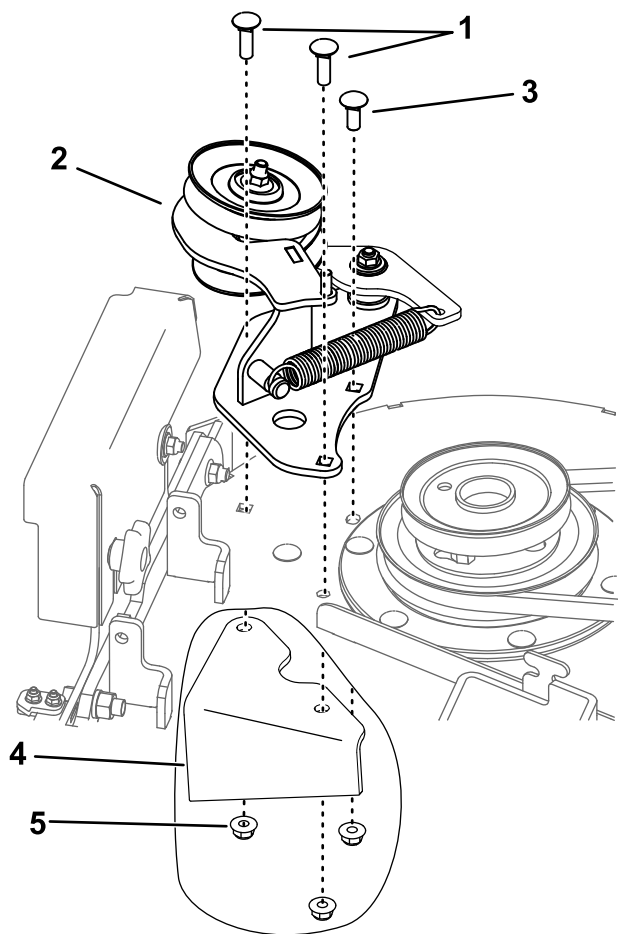

Figura 5
3. Utilizando as três porcas que removeu previamente, um parafuso de carroçaria (¾ pol. x 1¼ pol.) e dois parafusos de carroçaria (¾ pol. x 1 pol.), instale o conjunto do rolete na plataforma do cortador (Figura 5).
x 1¼ pol.) e dois parafusos de carroçaria (3/8 pol. x 1 pol.), instale o conjunto do rolete na plataforma do cortador (Figura 5).